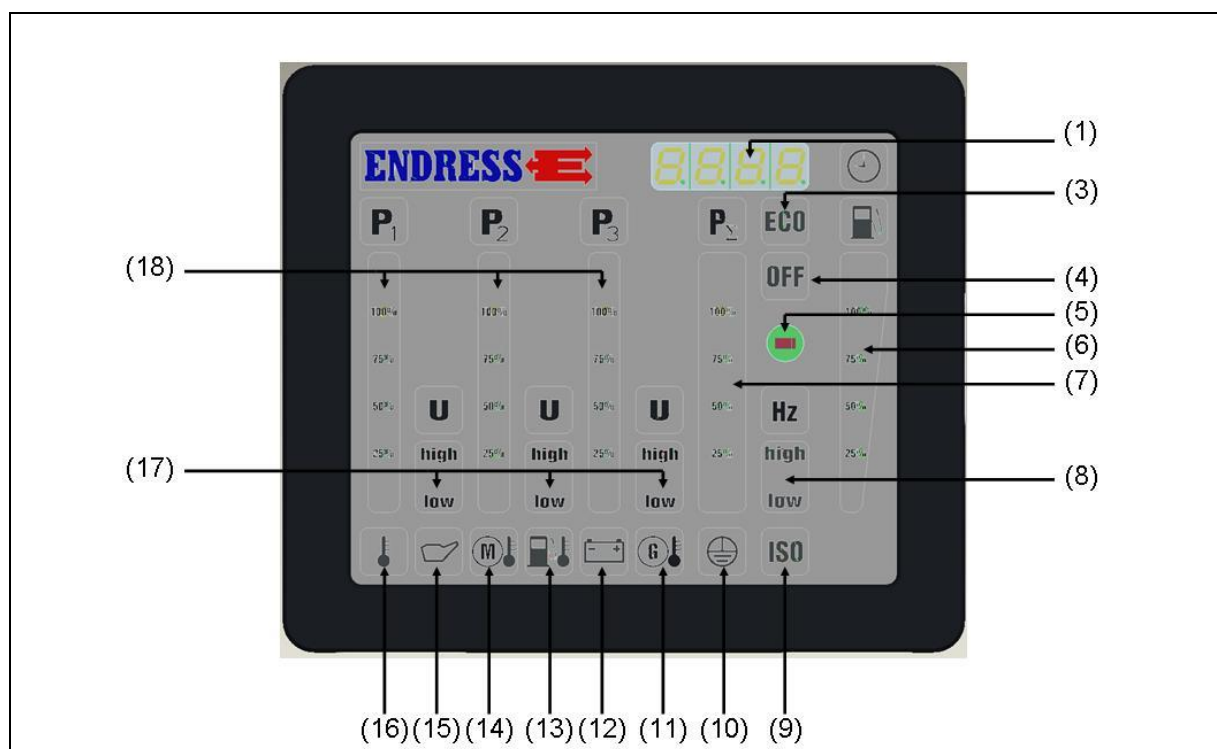

Abb. 5-2: Multifunktionsdisplay
- Betriebsstunden:** Anzeige (siehe Abb. 5-2-(1)) ist bei laufendem Gerät oder für 30 Sekunden aktiv, wenn START-STOP-Schalter in Pos. „Betrieb“ steht.
Relative Belastungsanzeige: Belastung (P_{Σ}) (*siehe Abb. 5-2-(7)*)
- ✓ Das Symbol am Display (siehe Abb. 5-2-(9)) zeigt das Ergebnis an:
- ✓ Das Symbol am Display (*siehe Abb. 5-2-(9)*) zeigt das Ergebnis an:
- ✓ Das Symbol am Display (*siehe Abb. 5-2-(9)*) und die Position des Leitungsschutzschalters zeigen das Ergebnis an:
- ✓ Das Symbol am Display (siehe Abb. 5-2-(9)) und die Position des Leitungsschutzschalters zeigen das Ergebnis an: